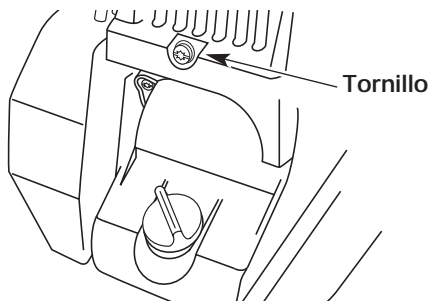

Fig. 43
3. Saque el tornillo que está detrás de la cubierta del motor (Fig. 43).